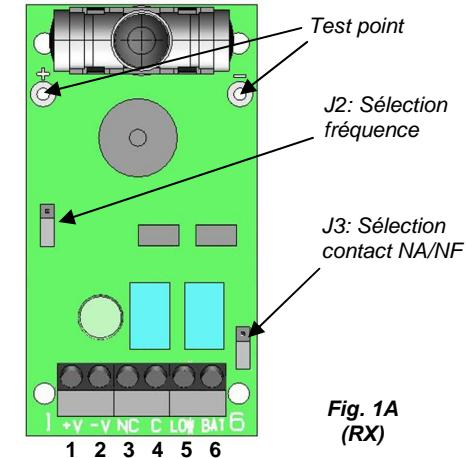

Fig. 1A
- Wählen Sie mit Hilfe der dazu vorgesehenen Jumper (J2, Abb. 1A und 1B) dieselbe Betriebsfrequenz an Sender und Empfänger:
- Messen Sie mit einem Voltmeter, Set für die Messung von Wechselspannung, den Spannungswert am Testpunkt des Empfängers (Abb. 1A). Dieser Wert ändert sich in Abhängigkeit verschiedener Parameter, darunter der Abstand zwischen den Fotozellen. Je höher der Spannungswert am Testpunkt ist, desto besser ist die Ausrichtung. Die optimale Messung muss in jedem Fall zwischen 0,5 und 0,6 V AC liegen.